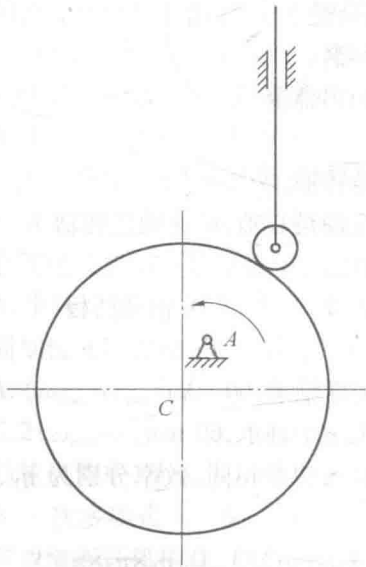

图 2
2. (10 分) 图 2 所示凸轮机构,凸轮实际廓线是圆形,要求: